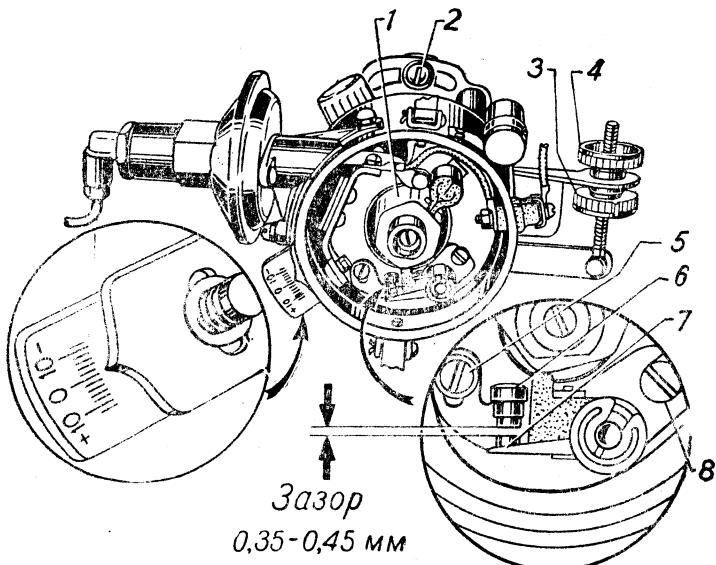

Рис. 23. Распределитель зажигания.
ровки зазора (вращая вал двигателя пусковой рукояткой) установите кулачок прерывателя в положение, при котором контакты прерывателя максимально раздвинуты. Для изменения зазора ослабьте винт 5 (рис. 23), крепящий пластину с неподвижным контактом прерывателя, и, вращая эксцентриковый винт 8, установите по щупу требуемый зазор. После установки правильного зазора заверните до отказа стопорный винт 5.
5. Снимите крышку распределителя и убедитесь, что ротор стоит против внутреннего ее электрода, соединенного с проводом, идущим к свече первого цилиндра. Гайками 3 и 4 (см. рис. 23) поставьте октан-корректор на нуль.